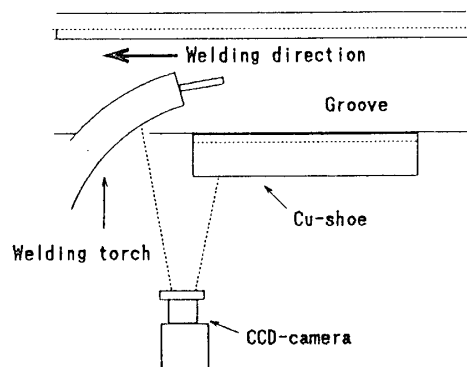
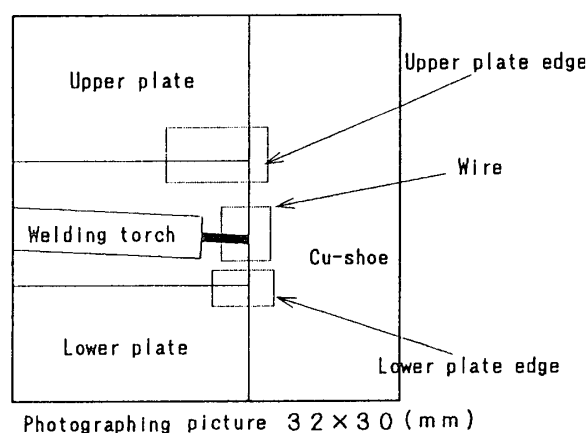

Fig. 1 Position of photographing picture
Fig. 2 Teaching image pattern
倣い制御装置は、画像処理器を内蔵した倣い制御盤と、溶接走行台車に搭載された CCD カメラ及びモニタ TV で構成されている。倣い制御方法は CCD カメラにて、溶接中の開先上エッジ、下エッジ及びワイヤと摺銅当金を撮影し、その画像信号を倣い制御盤で画像処理を行う。撮影画像及びパターンマッチング状態はモニタ TV を通して監視することができる。線倣い制御は、開先下板エッジと溶接ワイヤ位置を検出し、溶接トーチを所定の位置に保持させる。幅倣い制御は、開先上板エッジと開先下板エッジ位置を検出し、開先幅に応じて適正な溶接条件に切替える (Fig. 1, Fig. 2, Fig. 3)。
- ① 予めワイヤ、開先下板エッジ、上板エッジの 3 パターンを教示する (Fig. 2)。
- ② トーチ揺動に同期 (手前) して撮影した画面から 3 パターンを見つけたす (マッチング)。
- ③ マッチングの程度を相関係数で判断する (正規化相関法)。
- ④ ワイヤ、開先下板エッジ、上板エッジの 3 パターンのマッチングした位置から